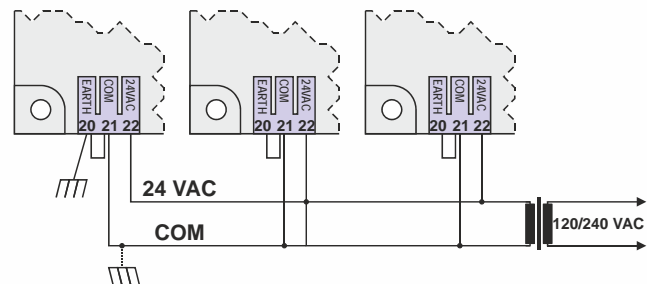

**Abb. 6. Verdrahtungsdetails für eine Niederspannungsversorgung für einen FCU-Controller pro Transformator**
Abbildungen zur Verdrahtung der Spannungsversorgung für den Controller finden Sie in Abb. 6 und Abb. 7.
- Halten Sie den Erdungsanschluss so kurz wie möglich (siehe Abb. 6 und Abb. 7).
- Verbinden Sie die Erdung nicht mit den digitalen oder analogen Erdungsklemmen des Controllers (siehe Abb. 6 und Abb. 7).
**HINWEIS 1:** Wenn mehrere Controller über einen einzigen Transformator betrieben werden, verbinden Sie dieselbe Seite des Transformators sekundär mit derselben Stromeingangsklemme jedes Controllers. Controller-Konfigurationen sind nicht unbedingt auf drei Geräte begrenzt, aber die Gesamtleistungsaufnahme einschließlich Zubehör darf bei Versorgung über denselben Transformator 100 VA nicht überschreiten (nur USA). Weitere Empfehlungen zur Leistung und zur Verdrahtung finden Sie in Abschnitt „Leistung“ auf Seite 22. Die Erdungsklemme (Klemme 20 [Niederspannungsmodelle] oder Klemme 1 [Netzspannungsmodelle]) müssen für jeden Controller in der Gruppe an eine zugelassene Erdung angeschlossen werden (siehe Abb. 6).
Abb. 6 zeigt einen Controller, der einen Transformator nutzt.
*Schließen Sie Klemme 2 (die 24 VAC-Klemme [24 VAC COM]) an die Erdung an (siehe Abb. 6).*